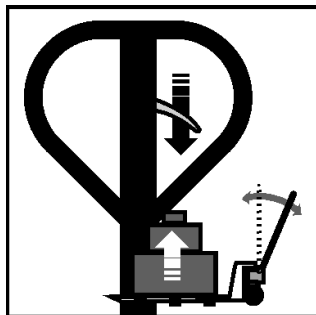

Fig. 7 – Elevando a carga
a. Posicione a alavanca para baixo e movimente o cabo para elevar a carga, conforme fig. 7.